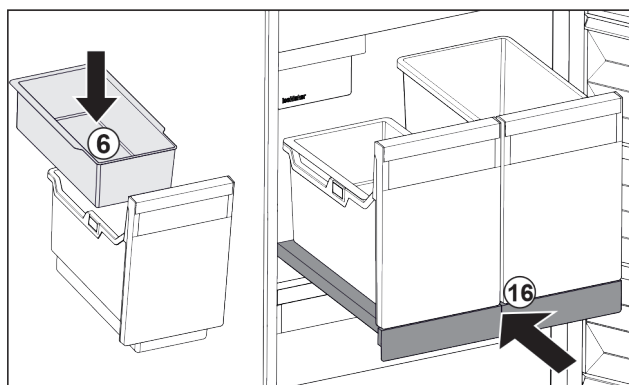

Fig. 106
- ▶ Vložte závesnú misku Fig. 106 (6) na kocky ľadu.
- ▶ Zasuňte vyťahovaciu poličku s nádobou (IceTower). Fig. 106 (16)